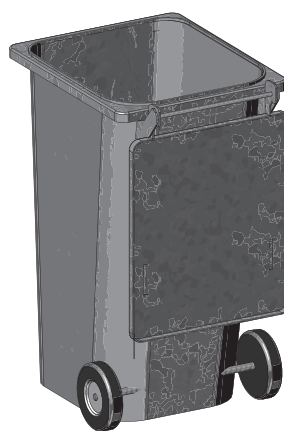

Fig. 59 Aschetonne entleeren oder ausschöpfen
- ▶ Aschetonne als kompletter entleeren oder ausschöpfen – Fig. 59.